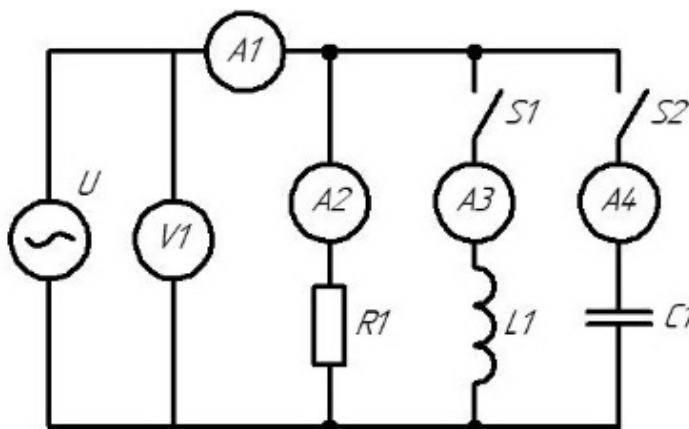

Рис. 4.1 Схема электрической цепи
1. Собрать в виртуальной лаборатории Circuit Simulator, с помощью изученных методов, схему электрической цепи синусоидального тока для исследования параллельной R, L, C - цепи (рис. 4.1). В результате должна получиться схема, похожая на ту, которая приведена на рисунке 4.2.